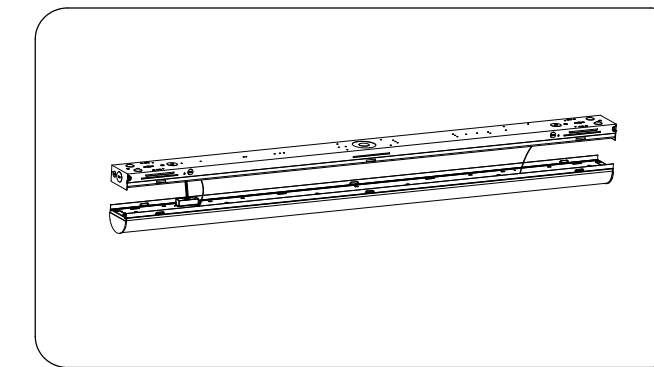

Figure 4
Étape 3 : enfoncer le détecteur directement dans le trou et s'assurer qu'il est bien attaché (Figure 4).